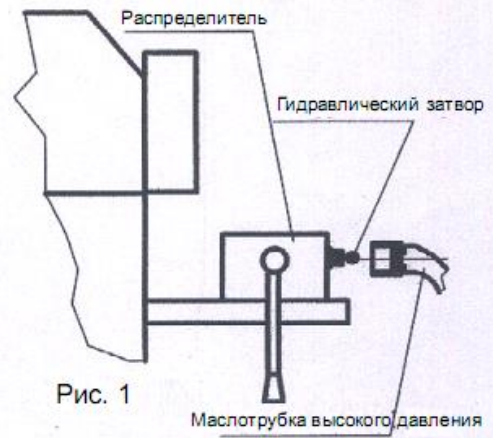

Рис. 1
1. После вскрытия упаковки необходимо установить гидравлический затвор на две гидравлические трубки, которые соединяют гидравлическую станцию и основной корпус (Рис. 1).